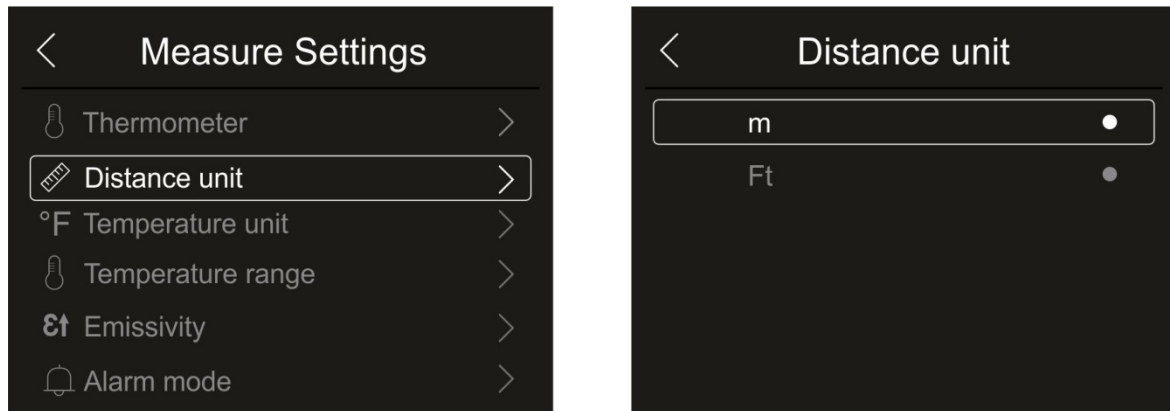

Fig. 25: Menu de réglage de l'unité de mesure de la distance
1. Touchez l'élément «Distance unit» pour régler l'unité de mesure de la distance. La Fig. 25 - partie droite s'affiche à l'écran :